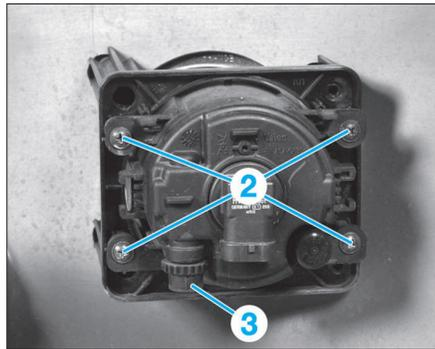

FIG. 11
- Déposer les vis (2) (Fig.11).
- Procéder au réglage du projecteur antibrouillard à l'aide de la molette (3) (Fig.11).